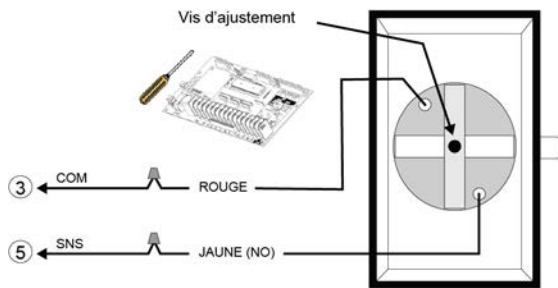
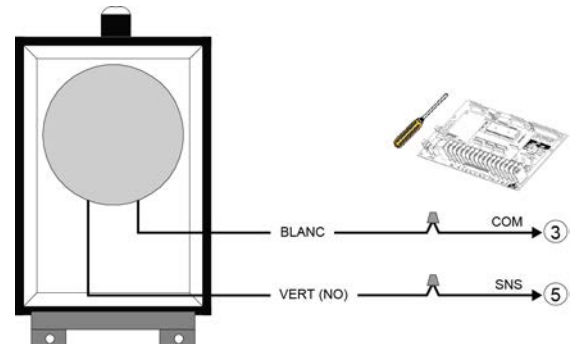

Figure 27 - AIRSWITCH 001 / 007
Figure 28 - AIRSWITCH 009 / 018
3. Utiliser un ré-enrouleur de câble pour brancher le commutateur à air aux terminaux de l'opérateur. Effectuer le branchement électrique tel qu'indiqué aux Figure 27 ou Figure 28.